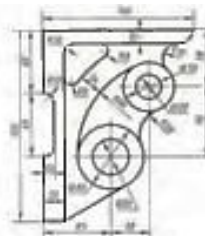

Рисунок 5 Контур детали «кронштейн»
12. Построить контур детали «кронштейн» (рисунок 5) применяя правила построения сопряжения. Нанести размеры (вспомогательные линии построения сохранить на чертеже).